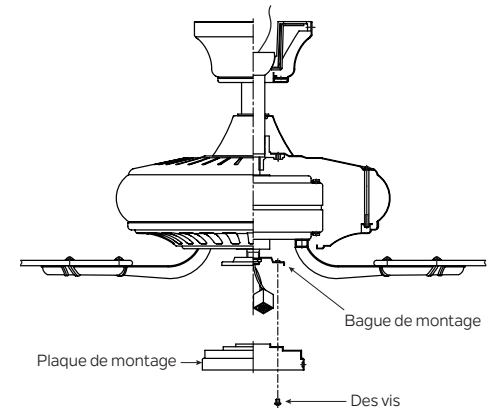

Fig. 16
**Étape 1.** Desserrez les deux vis sur la bague de montage fixée à l'arbre du moteur et "retirez" et conservez la troisième vis. (Fig. 16)